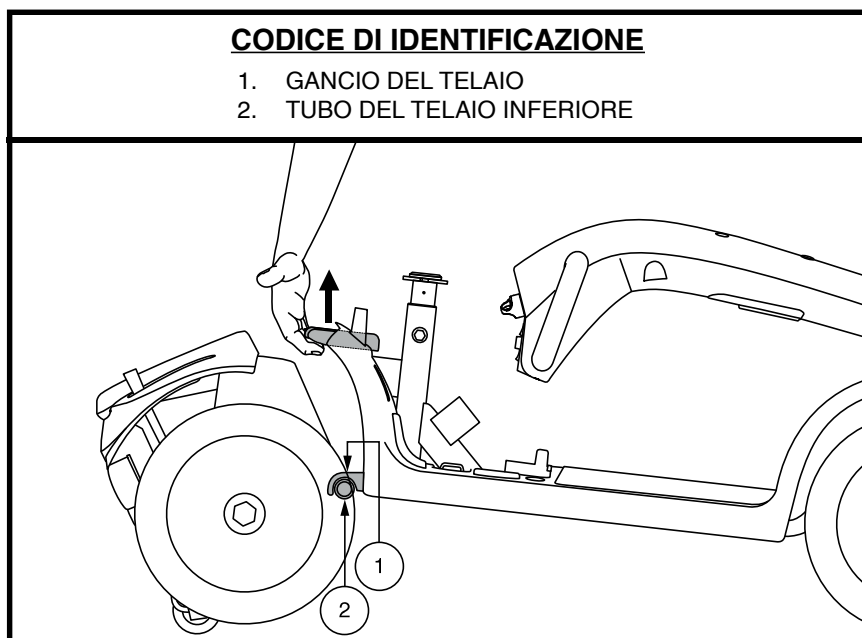

Figura 26. Leva di rilascio del telaio
3. Sollevare la leva di rilascio del telaio. **Vedere figura 26.**
1. Posizionare sezione posteriore e sezione anteriore dello scooter come da **figura 26**.